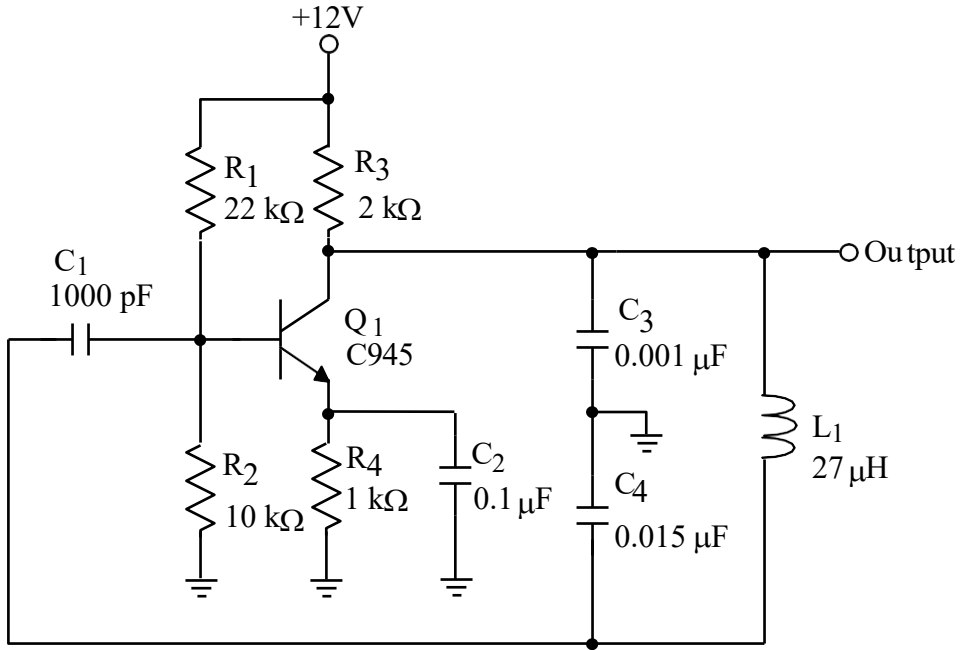

Fig. 1-3 Colpitts osilatör devresi
Fig. 1-3, pratik bir Colpitts osilatör devresi göstermektedir. R_1 , R_2 , R_3 ve R_4 , tranzistörün kutuplamasını belirlemektedir. C_1 , koplaj kapasitesi ve C_2 , bypass kapasitesidir. Osilasyon frekansı, C_3 , C_4 ve L_1 tarafından belirlenmektedir.
- Fig. 1-3'de gösterilen Colpitts osilatör devresindeki her bobin ve kapasitenin görevi nedir?